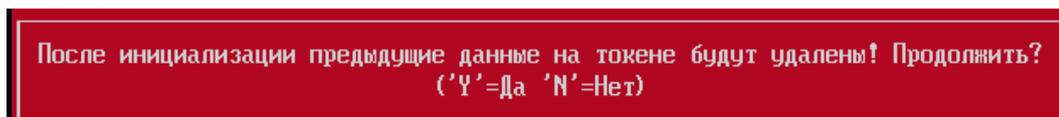

Рисунок 77 – Диалог подтверждения инициализации токена
- выбрать меню «Инициализировать токен». После инициализации предыдущие данные на токене будут удалены, необходимо подтвердить необходимость инициализации токена (см. рисунок 77)